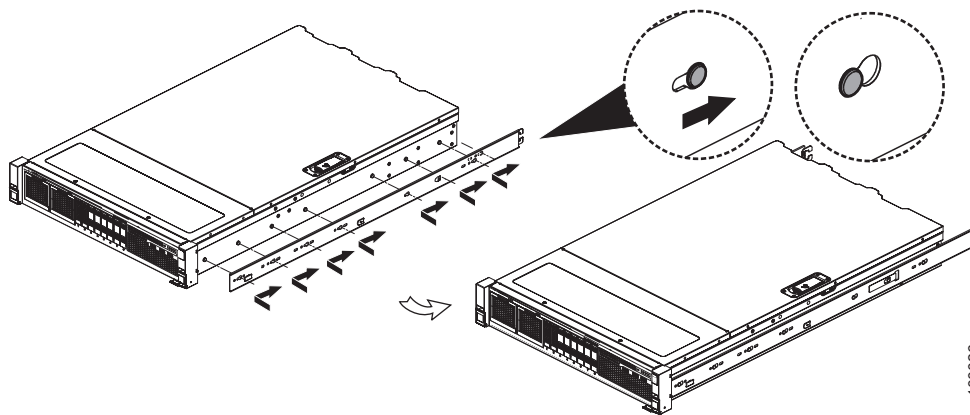

Abbildung 23. Inneren Teil der Schiene am Chassis befestigen
4. Bringen Sie den inneren Teil der Schiene am Chassis an. Es sind keine Schrauben erforderlich. Richten Sie die Löcher in dem inneren Schienenteil an den Stiften an der Geräteseite aus und schieben Sie dann die Schiene nach hinten zur Rückseite des Geräts, damit sie einrastet (siehe Abb. 23).